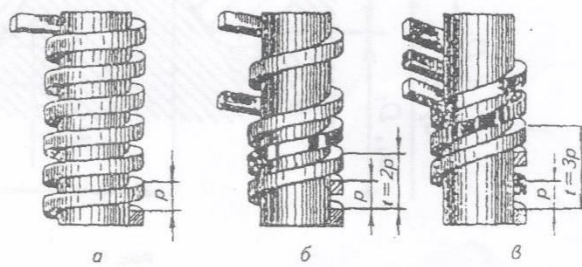

Рис. 6
6. За числом заходів різі поділяють на однозахідні (рис. 6,а) та багатозахідні: дво- (рис. 6,б), тризахідні (рис. 6,в) і т.д.
Крок різі P — відстань між сусідніми однойменними бічними сторонами профілю в напрямку, паралельному осі різі (рис. 6).
Хід різі t — відстань між найближчими однойменними бічними сторонами профілю, які належать одній і тій же гвинтовій поверхні, в напрямку, паралельному осі різі (рис. 6). Хід різі — величина відносного осьового переміщення гвинта (гайки) за один оберт.